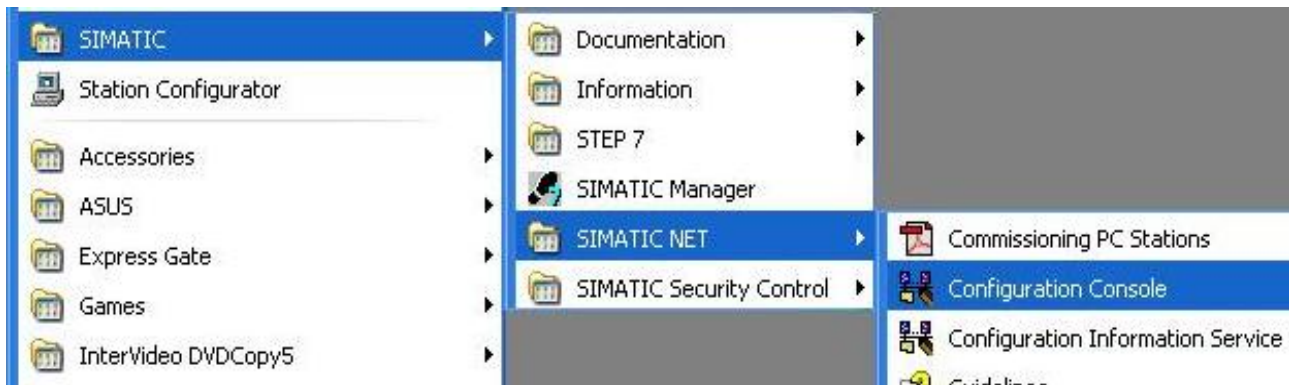
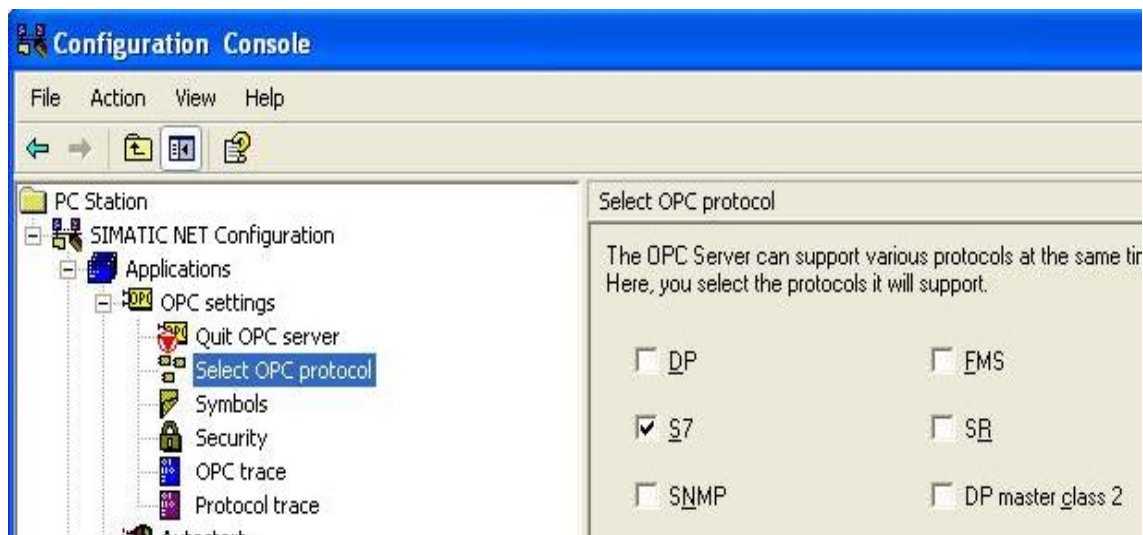

Figura 6.9: Configuration Console
Figura 6.10: Selecionando o protocolo utilizado pelo OPC Server.
- Passo 6: Continuando a criação de nossa PC Station, abra o software *Configuration Console* (figura 6.9). Em seguida, abra o diretório *Select OPC protocol* e selecione apenas o protocolo S7. Clique em Apply e feche o programa (ver figura 6.10).